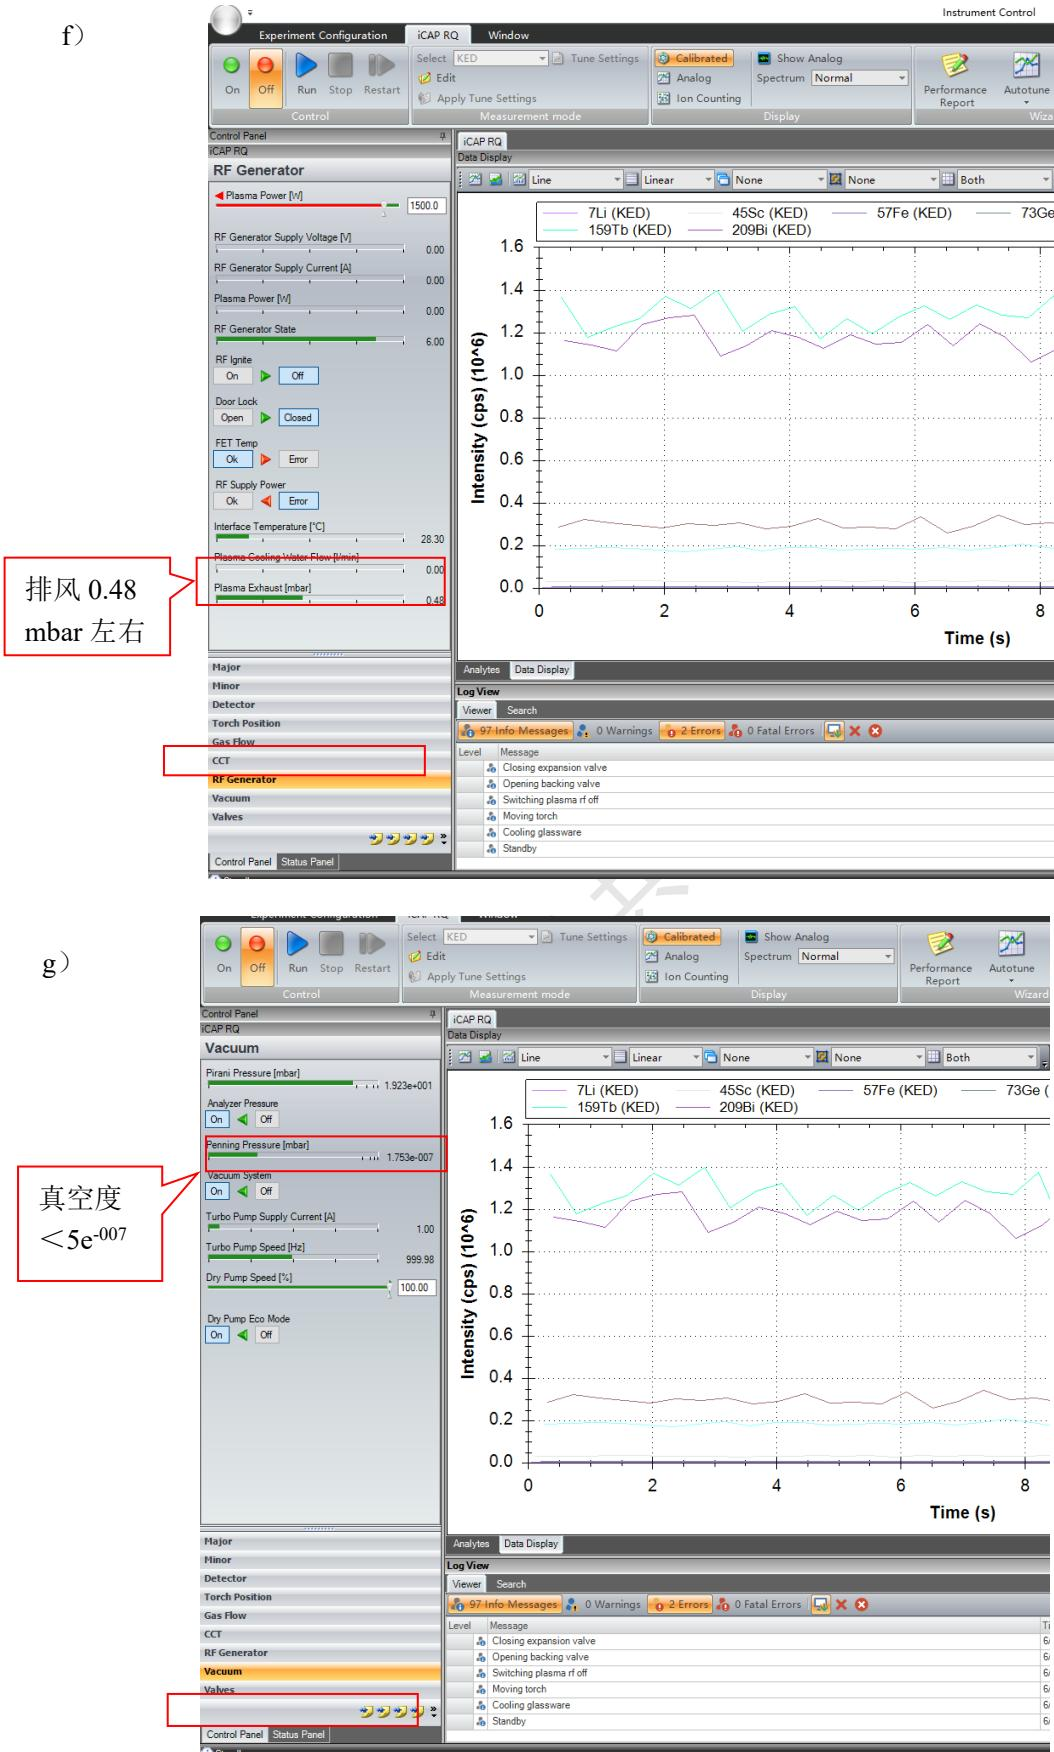

图6-2 点火前准备工作
- 气体准备: 打开氩气钢瓶, 如图6-2 (a) 确认氩气 (Ar) 分压阀压力 > 0.6 Mpa (如需进行KED模式检测则需确认同时打开氦气, 如需进行CCT 模式检测则需确认同时打开氧气)。
- 洗液准备: 如图6-2 (b) 观察洗液液面, 不足时更换适量新鲜超纯水;
- 循环冷却水: 如图6-2 (c) 打开循环水冷却器开关, 冷却水温度为24 °C;
- 泵管安装: 如图6-2 (d) 将蠕动泵废液泵管、进样泵管和内标泵管安装
- e) 进样系统检查：如图6-2(e)，点击Instrument Control图标，选择Inlet System选项，Peristaltic Pump下面点击Enable打开蠕动泵，确认进样管、内标管和废液管液体流动正常后，点击Disable关闭蠕动泵；
- f) 确认排风：如图6-2(f)所示，点击RF Generator选项，确认Plasma Exhaust在0.48 mbar左右；
- g) 确认真空度：如图6-2(g)所示，点击Vacuum选项，确认真空度Penning Pressure $<5e^{-007}$ 。